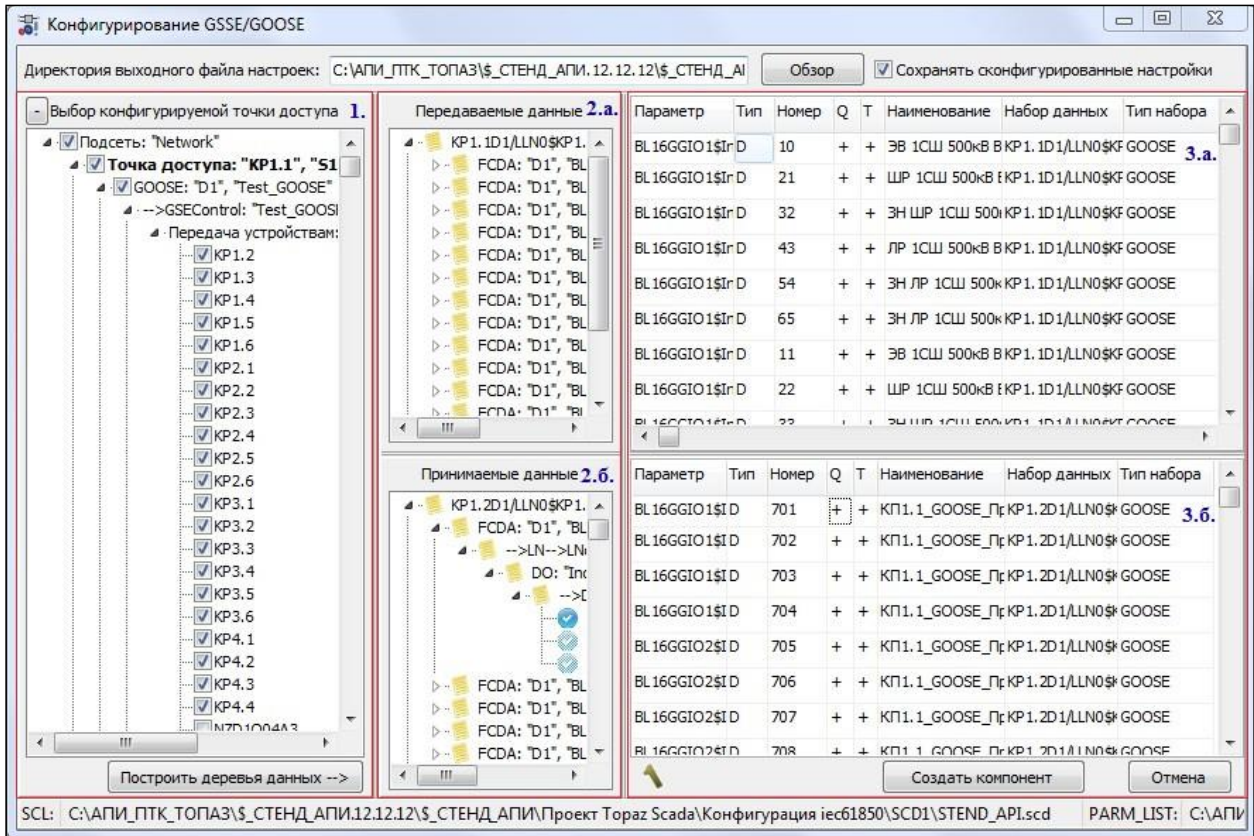

Рис. 1.25. Внешний вид окна конфигурирования GSSE/GOOSE
1. Панель выбора конфигурируемой точки доступа представляет собой графическое отображение фрагмента файла SCD, необходимого для конфигурирования GSSE/GOOSE. Галочками отмечаются: подсеть, одна из точек доступа, конфигурируемые GOOSE сообщения и устройства, которым эти сообщения хотим передать (рис. 1.25).